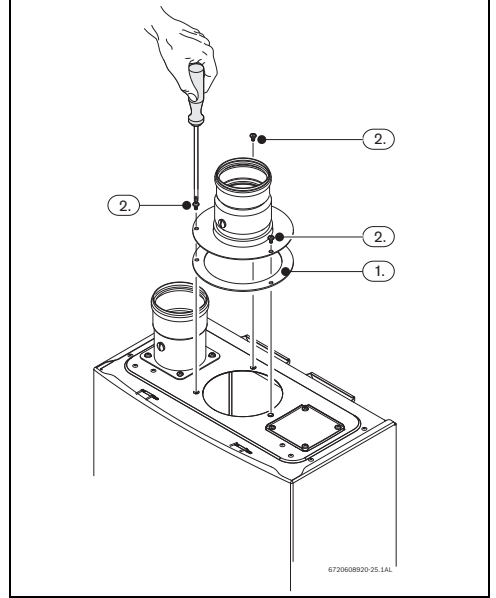

Fig. 26
- ▶ Colocar el vedante entre el aparato y el accesorio, consultar la Fig. 26 , pos. 1.
- ▶ Apretar los 3 tornillos del accesorio de evacuación, consultar la Fig. 26 , pos. 2.